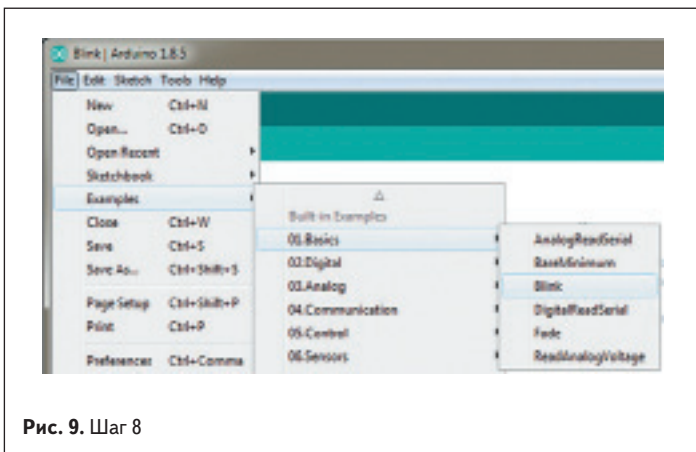
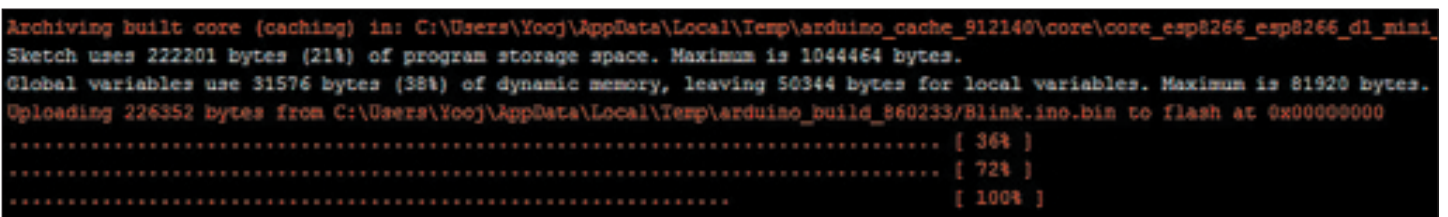

Рис. 9. Шаг 8
Рис. 10. Шаг 9
- А теперь самое интересное — «быстрый старт»: **Examples** → **Basics** → **Blink** (рис. 9). Запустится еще одна среда Arduino с примером «Blink» (старую можно закрыть). Нажмите **Verify/Upload** — начнется компиляция и загрузка кода в модуль ESP8266 (возможно, понадобится нажать Reset или Flash). Выглядеть это будет примерно так, как на рис. 10, а светодиод на отладочной плате начнет мигать.